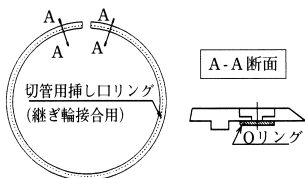

図71 切管用挿し口リング
- (1) 切管用挿し口リング（継ぎ輪接合用：図71）のねじ穴位置に0リング（2ヶ所）が付いていること、異物の付着がないことを確認する。0リングが外れている場合は、シアノアクリレート系接着剤で取り付ける。